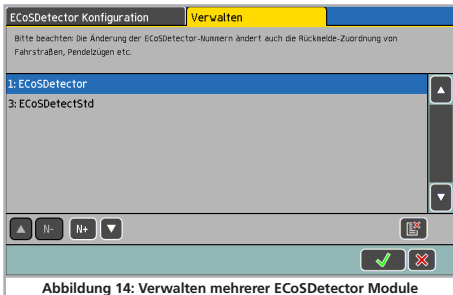

Abbildung 14: Verwalten mehrerer ECoSDetector Module
- Drücken Sie im im Konfigurationsmenü eines (beliebigen) ECoSDetectors auf den Tab-Reiter „Verwalten“. Es öffnet sich ein Fenster ähnlich Abb. 14.